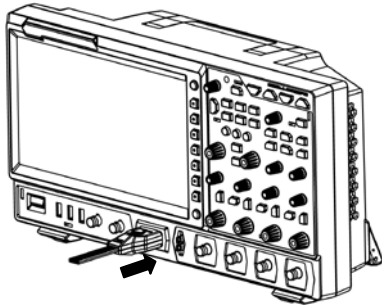

图 9 连接逻辑探头
1. 将逻辑探头单线端按正确的方向连接至示波器前面板的数字通道输入端，如图 9 所示。